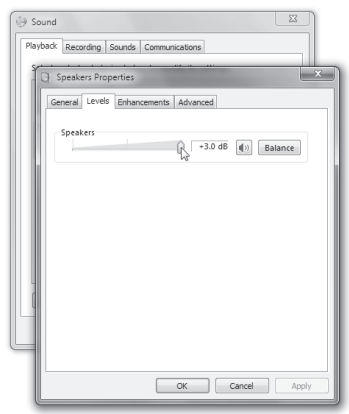

Figura 5
7. En la pestaña "Reproducción" vaya a la pestaña "Nivel" para ajustar el volumen master del ordenador al 100% (Figura 5), y use después el mando de nivel del panel frontal del Studio GT para controlar la salida global de los altavoces y auriculares.